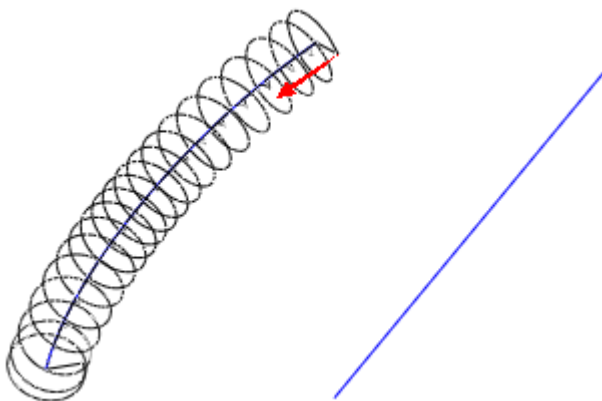

图 44-12
- (3) 单击【完成】选项，模型中显示特征生成方向，如图 44-12 所示。